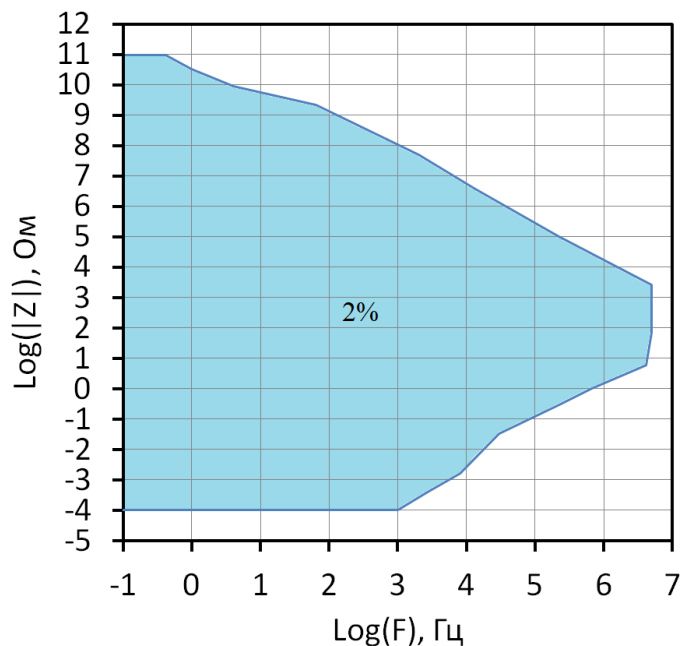

Рис. 6. Диаграмма точности измерения импеданса (ассигасу plot) для потенциостата-гальваностата PS-20 (промер в инженерном режиме до 5 МГц).
**Для обеспечения максимальной точности измерения необходимо корректно выбирать стартовый диапазон тока-сопротивления. В названии каждого диапазона указано значение центрального для него (наиболее точно измеряемого) модуля импеданса.** В процессе измерения прибор может самостоятельно выбрать более подходящий диапазон тока в сторону более низких токов (и больших импедансов), если включен автоматический диапазон тока; или в сторону больших токов (и меньших импедансов) при перегрузке по току или модулю импеданса уже независимо от настроек пользователя. Не стоит пытаться запускать эксперимент на высокочастотном диапазоне, при например, очень низких модулях импеданса исследуемого объекта, вне (ниже) синей области рис. 6. Прибор не будет сохранять такие данные, а если их будет более 10 частот (точек), то он полностью прекратит такой эксперимент и выдаст сообщение об ошибке. Аналогично, невозможно с хорошей точностью измерить очень высокий импеданс на высокой частоте (например, 1 МОм на 1 МГц, выше синей области).
Верхний наклон синей области на рис. 6 соответствует емкости 1-3 пФ. Емкостная же составляющая даже самых высокочастотных твердотельных электрохимических ячеек выше в несколько десятков раз (в том числе и их геометрическая емкость). Поэтому, какой бы высокоимпедансный электрохимический образец не был выбран, он практически со 100% вероятностью попадет в синюю область корректной работы прибора, на рис. 6. Если необходимо зарегистрировать спектр высокоомного образца, обладающего заметной геометрической емкостью, то стоит запустить измерение на диапазоне тока, соответствующего импедансам 100 Ом. Он позволит прописать геометрическую емкость на высоких частотах (от максимальной паспортной частоты прибора). При этом нужно включить автоматический диапазон тока и тогда, по мере роста импеданса на низких частотах, прибор сам подключит более низкочастотные высокоомные диапазоны, чтобы измерить большие импедансы, при необходимости вплоть до гигаом и выше. Подобные измерения обязательно нужно выполнять в экране.